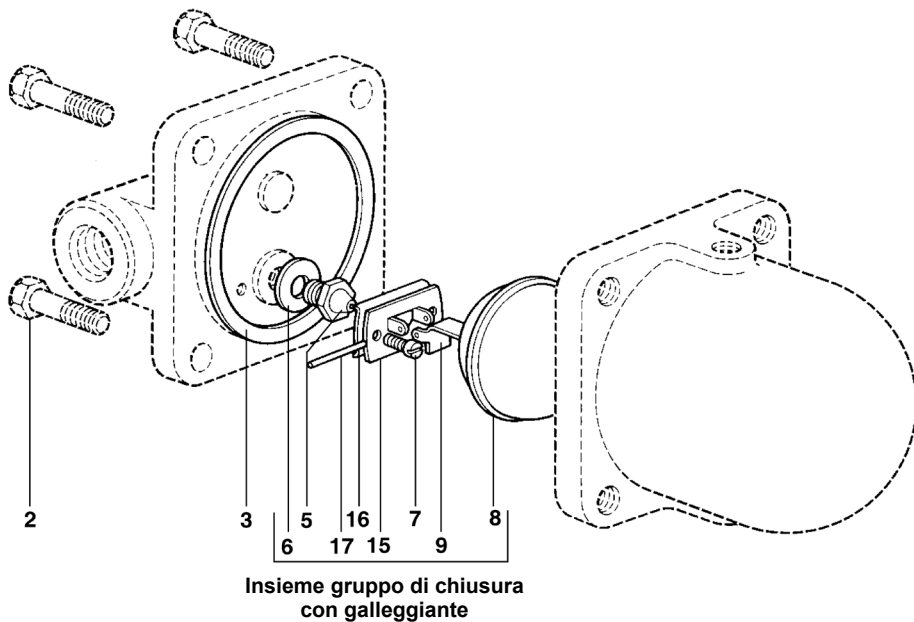

Fig. 6
6.2 Come sostituire l'insieme valvola principale (CA16S-14): (fare riferimento alla Fig. 6, pag. 13)
6.3 Come sostituire l'otturatore (CA16): (fare riferimento alla Fig. 6, pag. 13)